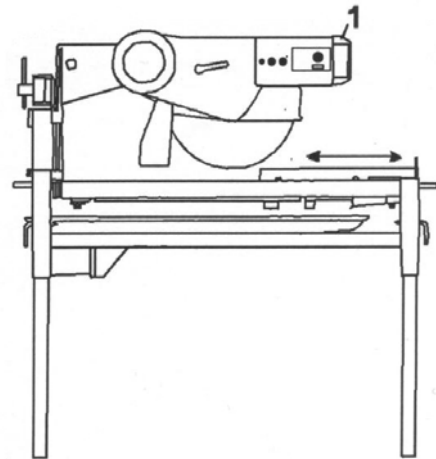

Fig. 3.4
6. Horisontell sågning sker genom att rullbordet, med arbetsstycket, skjuts mot klingan (Fig. 3.4).